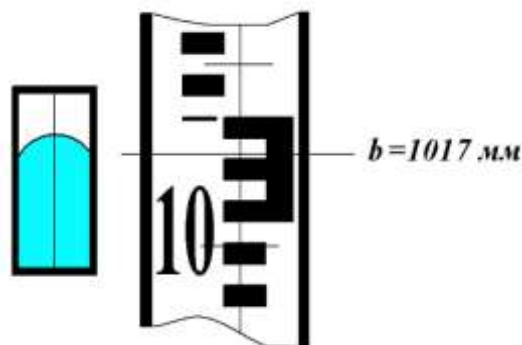

Рис. 8. Отсчет по рейке при отвесном положении оси вращения нивелира $b = 1017\text{мм}$
6. Берут отсчет по рейке b (рис. 8), соответствующий отвесному положению оси вращения нивелира.